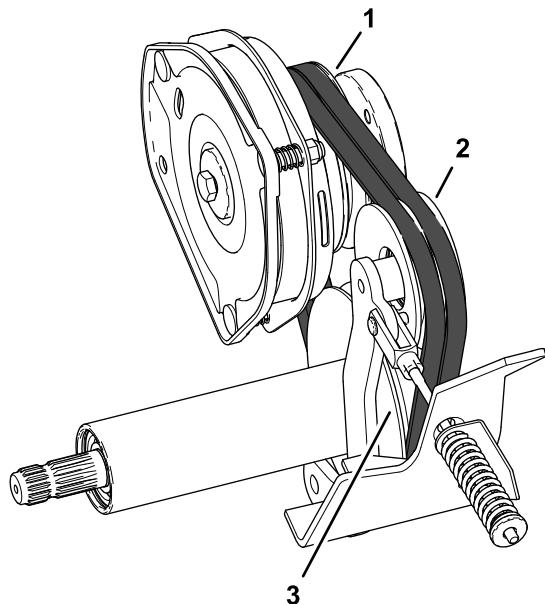

Рисунок 94
1. Наденьте ремни механизма отбора мощности на шкивы (Рисунок 94).